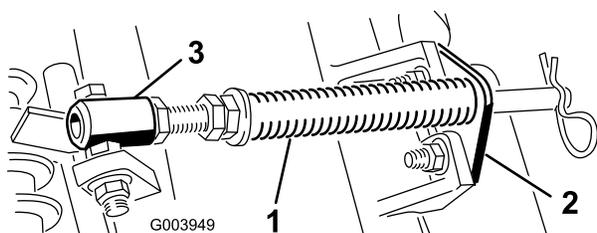

Рисунок 5
A. Удалите два каретных болта и две гайки, которые крепят кронштейн штока к выступам режущего блока (**Рисунок 5**).
B. Выверните фланцевую гайку крепления болта трубки пружины к выступу несущей рамы (**Рисунок 5**). Снимите этот узел.